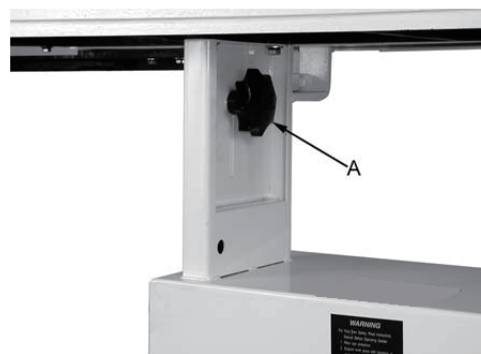

Bild 12
1. Lossa de två låsvreden (A) (se bild 12).